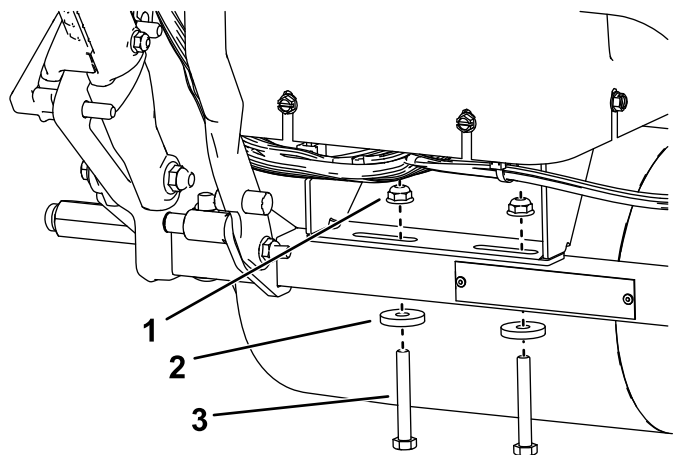

Figure 11
- Montez le support arrière du socle sur le cadre, comme montré à la Figure 11.